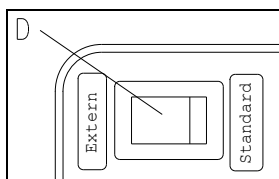

Abb.11
- Schalter **D** auf der Rückseite der DR 100 auf „standard“ stellen. **Abb.11**